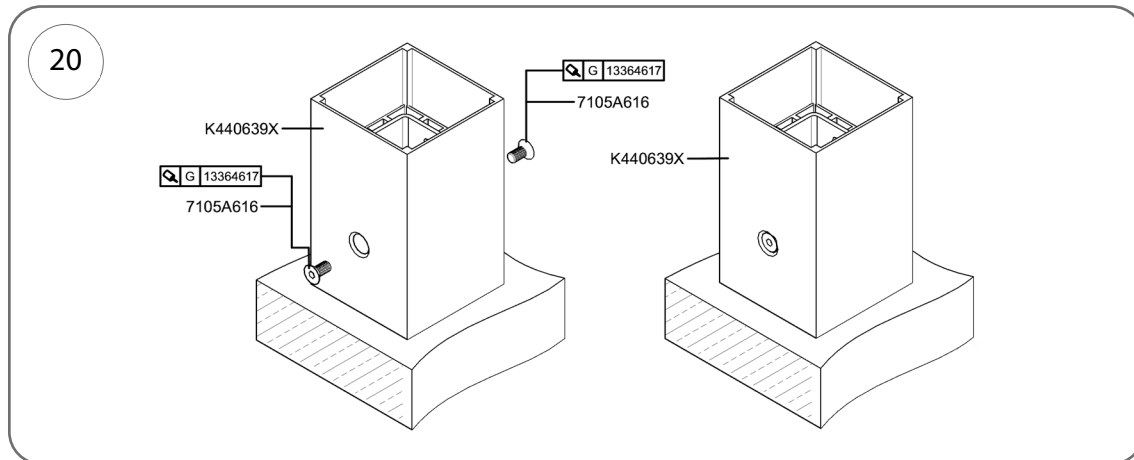

Fig. 20
1. Chaque poteau, réf. K440639X, doit être vissé au support à l'aide de 2 vis Allen, réf. 7105A616 (M12 x 30 mm), et les vis doivent être enduites de produit d'étanchéité pour filetage, réf. 13364618 (fig. 20).